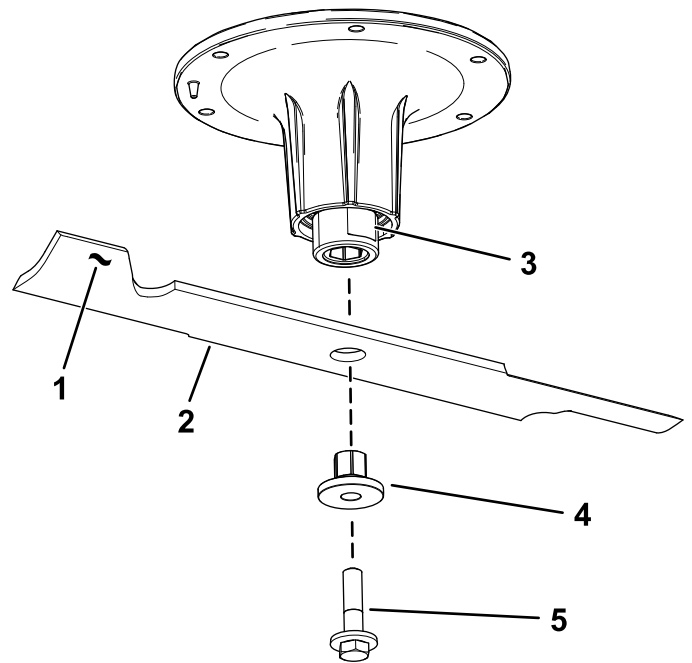

Figure 74
2. Retirez le boulon, la douille et la lame de l'axe de pivot (Figure 74).